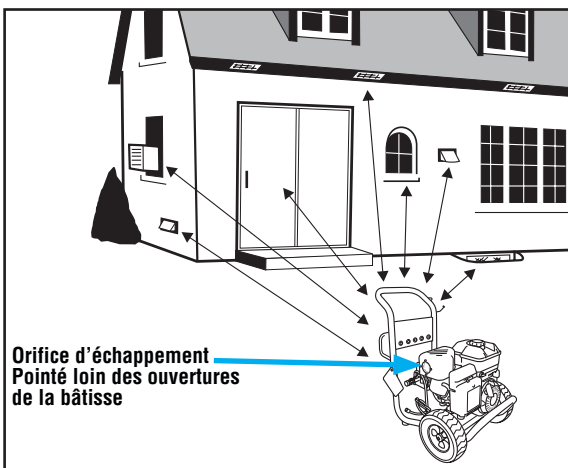

FIGURE 4
1. Déplacez le nettoyeur à haute pression à l'extérieur vers une surface plane. Les moteurs en marche dégagent du monoxyde de carbone. (See Figure 4)